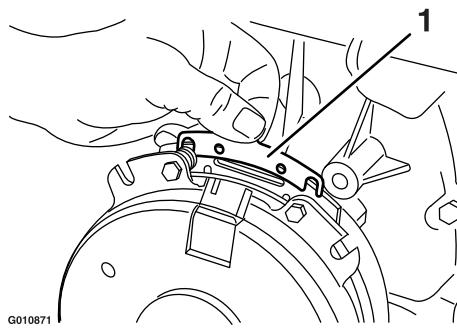

Figura 67
- B. Usando un alicate de punta fina, o a mano, sujeté la pestaña y retire el suplemento (Figura 67).
Retire cualquier acumulación de hierba, suciedad u otros residuos de la rejilla del motor. Esto ayuda a asegurar una refrigeración adecuada y una velocidad de motor correcta, y reduce la posibilidad de sobrecalentamiento y daños mecánicos al motor (Figura 67).